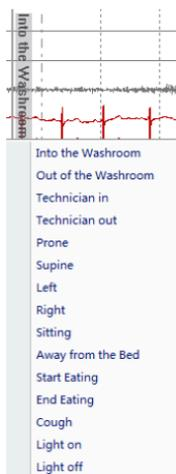

Figura 2-59
- (4) Haga clic con el botón derecho en la información marcada para cambiar y eliminar la información marcada, Como se muestra en la Figura 2-59.